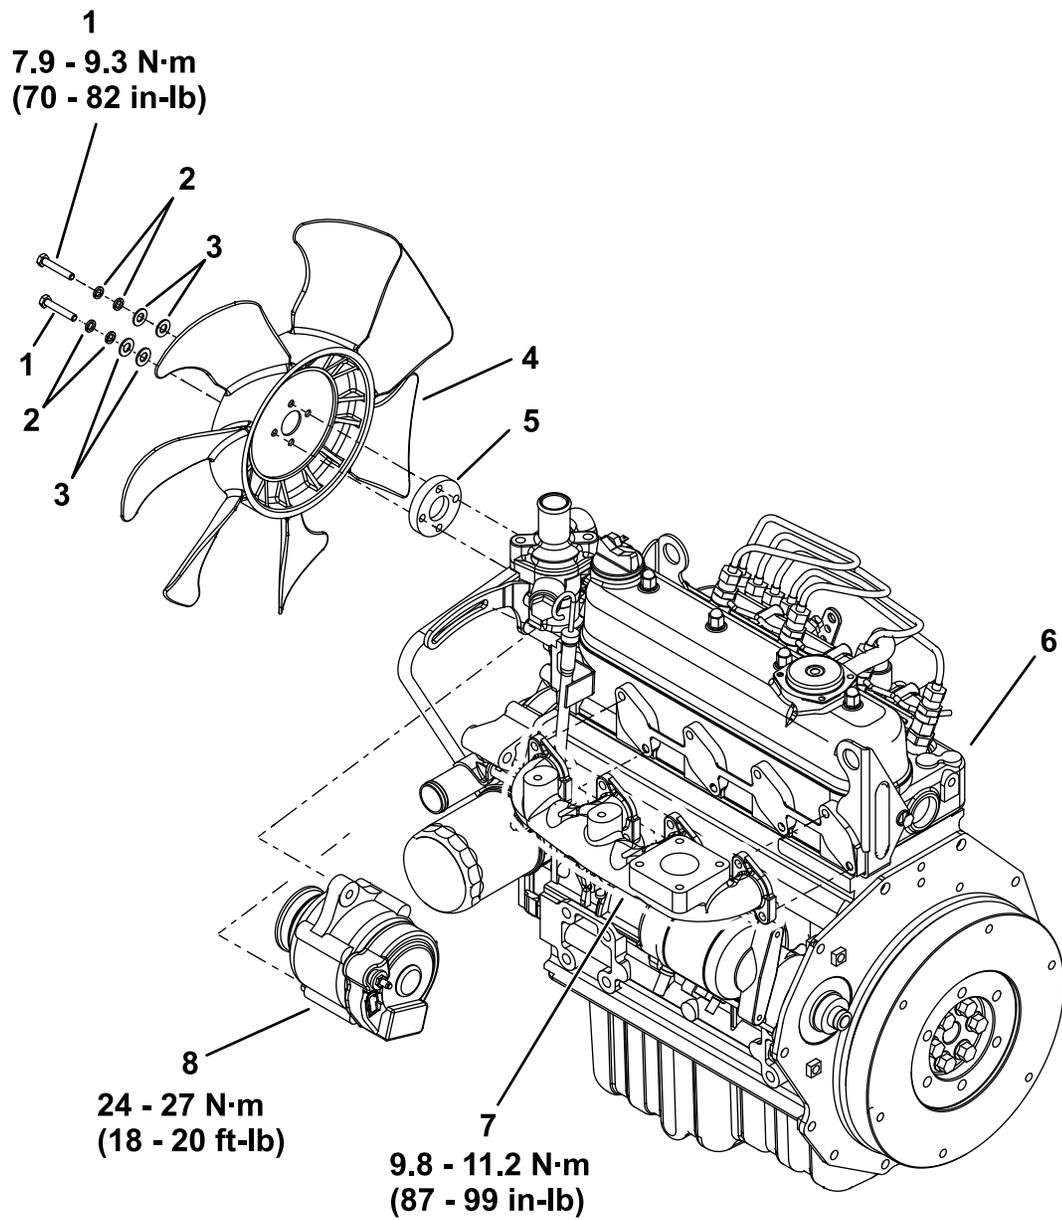

図 3
1. 古いエンジンから図 3に示すパーツを外して新しいエンジンに取り付ける。